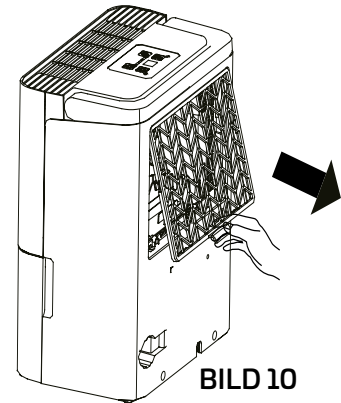

BILD 10
- Fatta tag i filtrets flik och dra uppåt och därefter utåt (se bild 10).